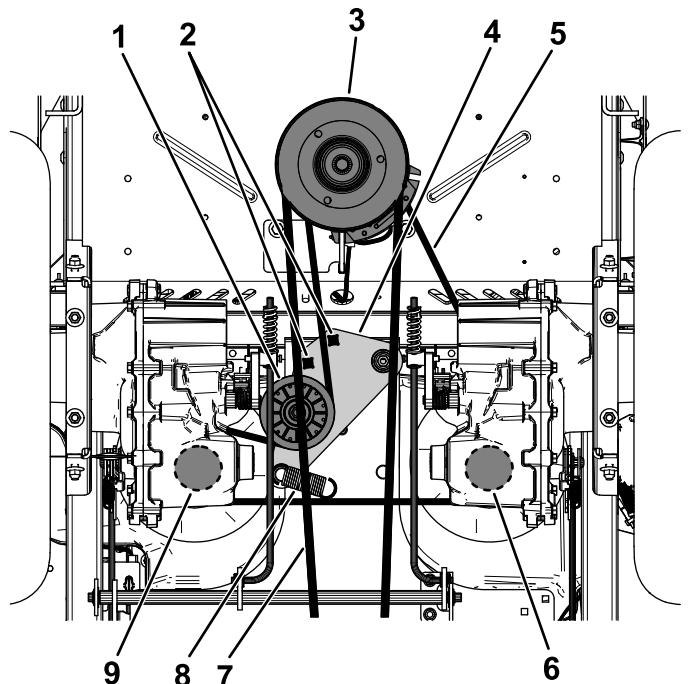

Bild 62
5. Verwenden Sie eine  $\frac{1}{2}$ "-Ratschen oder -Brechstange in einem der quadratischen Löcher im Spannrollenarm, um die Spannung der Spannrollenfeder (Bild 62) zu lösen.
6. Ziehen Sie den vorhandenen Riemen von der Umlenkrolle, den beiden Riemenscheiben für den Hydraulikpumpenantrieb und der Motorriemenscheibe (Bild 62).
7. Ziehen Sie den neuen Riemen um die Motorriemenscheibe und um die beiden Riemenscheiben der Hydraulikpumpe (Bild 62).